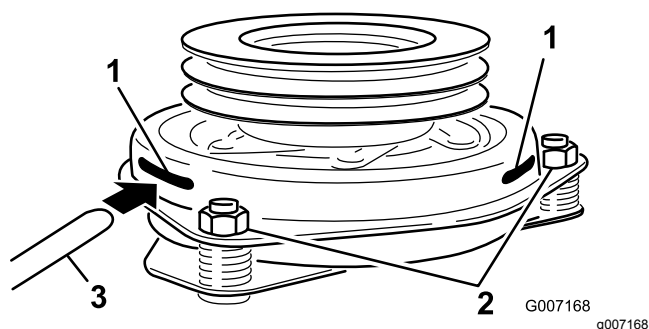

Figura 83
9. Insira um apalpa-folgas de 0,381 a 0,533 mm através de uma ranhura de inspeção na parte lateral do conjunto (**Figura 83**).
10. Aperte as porcas de bloqueio até haver uma ligeira dobra no apalpa-folgas, mas desde que continue a mover-se facilmente dentro do entreferro (**Figura 83**).